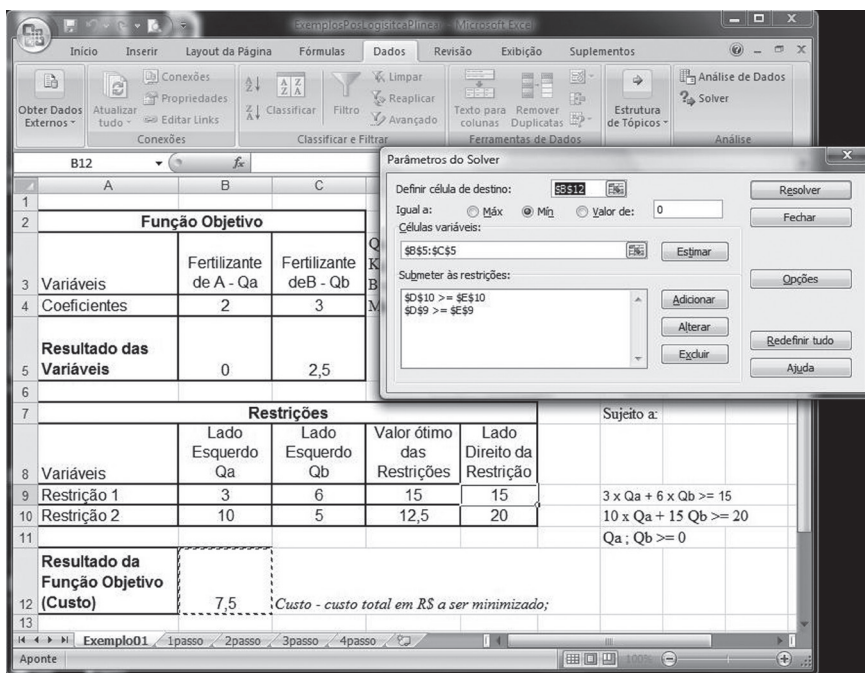
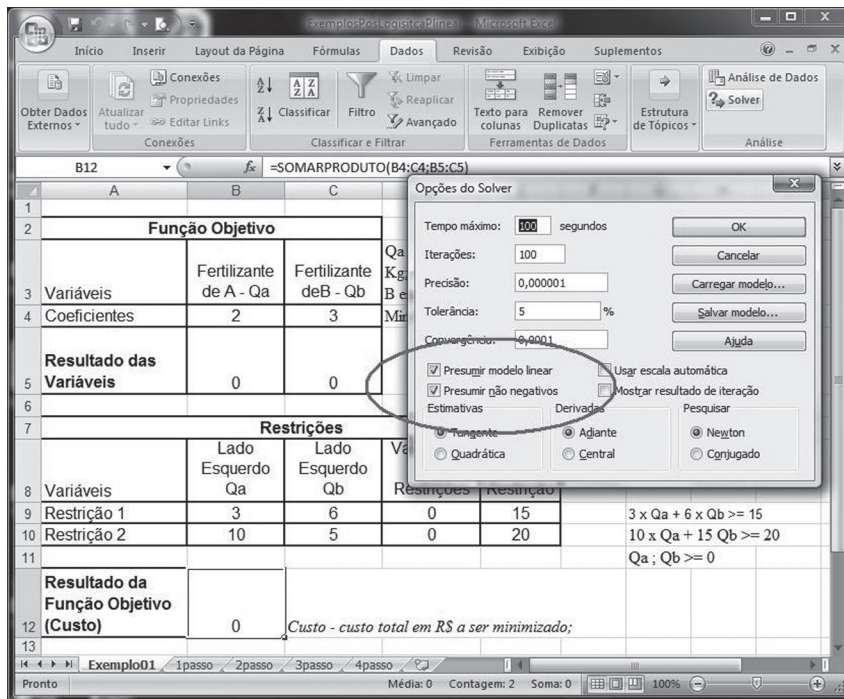
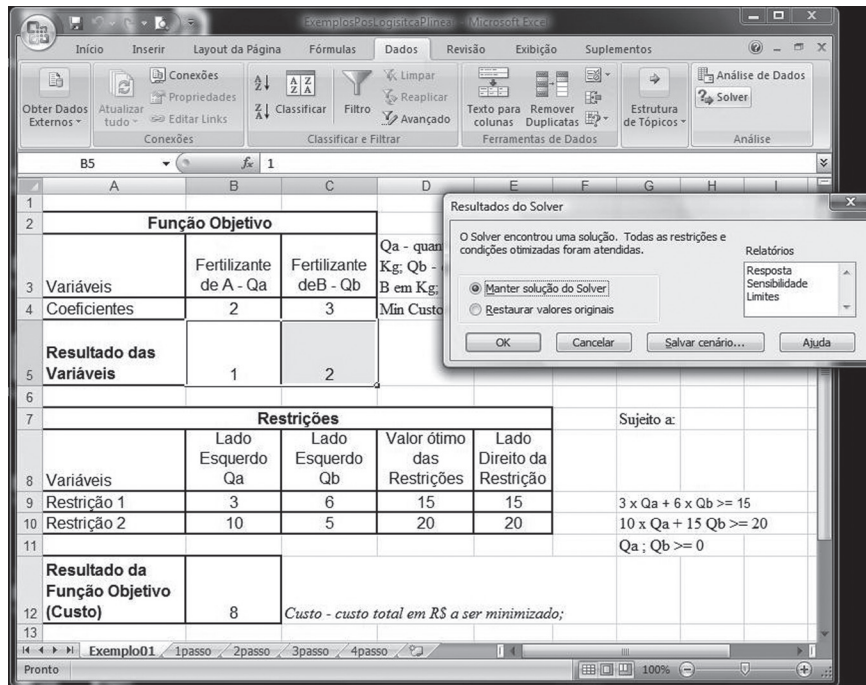

Figura 17: Quinto passo - Entrada dos parâmetros do Solver
Figura 19: Entrada das opções para solução do problema pelo Solver
Figura 20: Sétimo passo – Rodar o Solver para encontrar a solução do Modelo de Programação Linear
Quinto passo: você deve dar entrada nos parâmetros do Solver, conforme Figura 17. Se você estiver usando o Excel do Windows XP, vai encontrar o Solver no item de menu **Ferramentas**. No caso do Excel do Windows Vista, você vai encontrar o Solver no menu **Dados**, normalmente no canto esquerdo da tela. Para não ficar colocando uma figura a cada entrada de parâmetros do Solver, decidimos colocar somente a Figura 17 e depois, com base nela, apresentamos os parâmetros que você deve ir digitando no Excel. Na tela do Solver, à sua direita, na parte superior, você verá os seguintes parâmetros:
- ▶ **Submeter às restrições:** é o local onde você vai informar as restrições do problema. Para essa situação, você verá na Figura 17 como entrar com as restrições.
Para a entrada das restrições no Solver, você deve clicar o botão **Adicionar** e então aparecerá a tela que pode ser vista na Figura 18, na qual você verá a tela de **Adicionar Restrição**. Nessa tela, você vai digitar no espaço do lado esquerdo, **Referência de célula**, o valor \$D\$9, que é o espaço que você deixou para o Solver calcular o valor ótimo das restrições. Logo à direita do espaço da **Referência de célula** temos o sinal, que no exemplo da primeira restrição é “>=”. Depois, mais à direita, temos a **Restrição** que representa o valor do lado direito da restrição. No exemplo, a primeira restrição tem o valor da célula \$E\$9. Para o exemplo que você está construindo existem duas restrições, assim você deve clicar no botão **Adicionar** e entrar com \$D\$10, >= e \$E\$10 e depois clique no botão **Ok**. Você então retornará para a tela da Figura 17.
Depois disso, você deve clicar no botão **Opções**, conforme a tela da Figura 17, e aí aparecerá a tela da Figura 19. Na tela **Opções do Solver** da Figura 19, você deve se certificar de que os campos **Presumir modelo linear** e **Presumir não negativos** estejam marcados com \checkmark . Para este curso, não é necessário que você se preocupe com os outros campos. A opção Presumir não negativo resolve a Restrição 3, que você não havia digitado no Excel até então.
Sétimo passo: você deve encontrar a solução do problema. Neste momento, você já entrou no Excel com todos os dados necessários para que ele possa executar seu modelo de dados. Agora, você deve clicar no botão **Resolver** na tela da Figura 19 para aparecer outra tela, que pode ser vista na Figura 20. Como você pode reparar na Figura 20, o Solver já calculou a resposta, ou seja, as células B5 e C5 já foram preenchidas com os valores ótimos para a quantidade de fertilizante do fornecedor A e do fornecedor B, respectivamente. Além disso, ele também preencheu o valor da Função Objetivo, célula B12, que representa o custo mínimo alcançado. Mantenha a opção **Manter solução do Solver** e clique no botão **Ok**, se quiser, imprima sua planilha com o resultado do modelo.
Esses são os dados que devem entrar nas restrições. Após tê-los digitado, não se esqueça de clicar no botão **Opções** e se certificar de que os campos **Presumir modelo linear** e **Presumir não negativos** estejam marcados com \checkmark , conforme você fez a partir da Figura 19, do Exemplo 1. Pronto! Mais um modelo conhecido. Se você fez tudo certo, deve chegar à tela de resultados conforme a Figura 22.